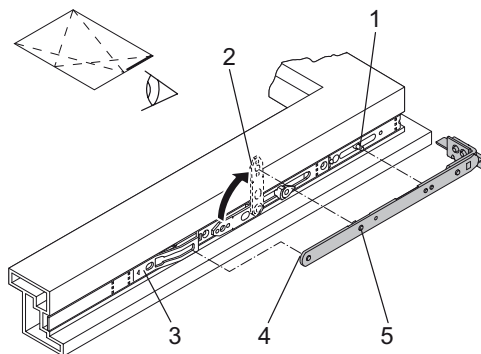
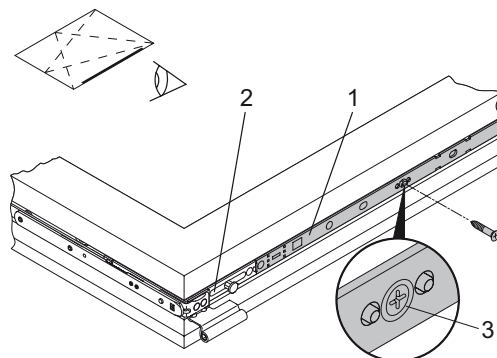

Рис. 8: Кронштейн SK
Рис. 9: Блокада М/МК (петлевая сторона)
- Верхнюю шину упирают в угловую передачу (1).
- Аналогично соединяют верхнюю шину с угловой передачей (3).
14. Монтаж кронштейна SK (Рис. 8):
- Рычаг (2) поворачивают (смотри стрелку).
- Штифт (4) на кронштейне SK вставляют в паз на верхней шине (3).
- Штифт (5) на кронштейне вставляют в отверстие на рычаге. Штифт (5) должен быть вставлен полностью. (Войти в зацепление с пластинами).
- Штифт (1) должен войти в паз на кронштейне.
15. Монтаж блокады М/МК со стороны петель (Рис. 9).